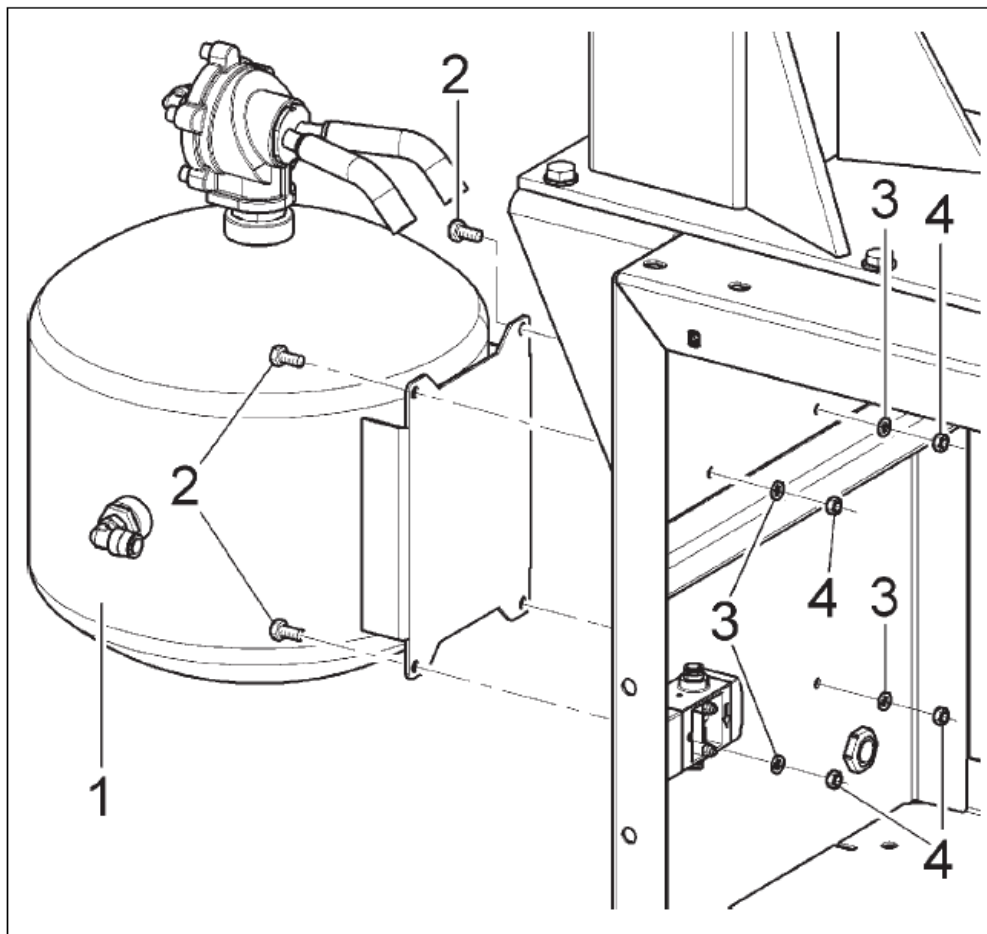

Рис. 6
Машина поставляется в деревянном ящике установленном на поддон. Упакованный стенд должен быть перемещён с использованием исправного грузоподъемного оборудования (погрузчик) (рис. 6).
l) "ID.XXA" версии исключены – Установите резервуар 1 (рис.6) на станине станда, как показано на Рис. 6, используя винты 2 (момент затяжки прилб. 8 Нм), шайбы 3 и гайки 4.